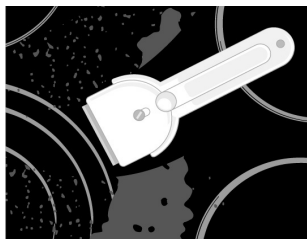

рис. 4
- **Сахар и сладкие блюда** могут сильно повредить стеклокерамическую поверхность (рис. 5), поэтому во избежание повреждения поверхности немедленно удаляйте их с помощью скребка, даже если варочная поверхность еще не остыла (рис. 4).